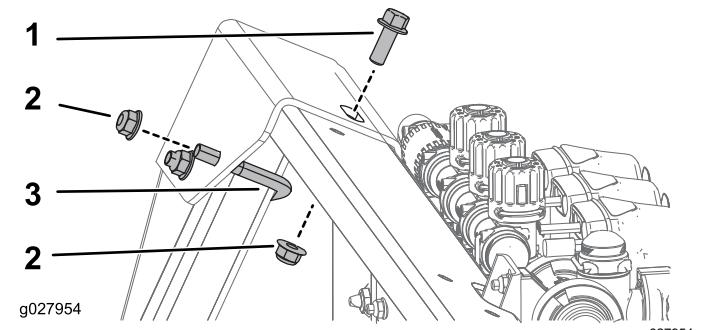

Figura 10
2. Sujete la parte trasera del soporte superior con un perno en U, 1 perno (3/8"-16 x 1") y 3 tuercas con arandela prensada (3/8"-16"), según se muestra en Figura 10.